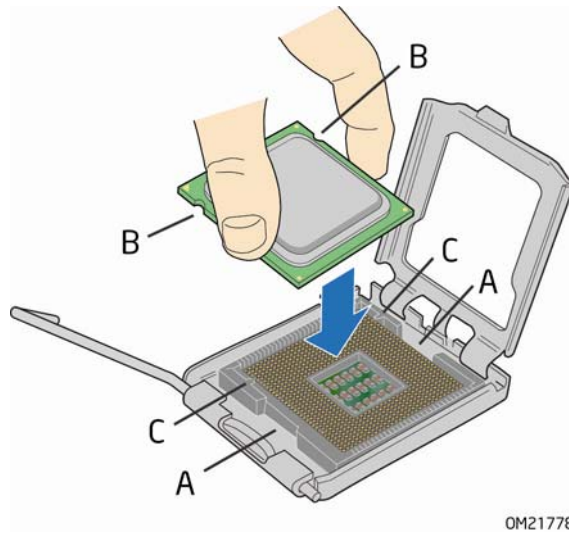

图 10. 安装处理器
6. 用拇指和食指握住处理器，握持方位如图 10 所示。确保手指对准插槽上的切口（图 10 中的 A）。使凹口（图 10 中的 B）与插槽（图 10 中的 C）对齐。垂直向下降处理器，切勿使处理器在插槽上倾斜或滑动。